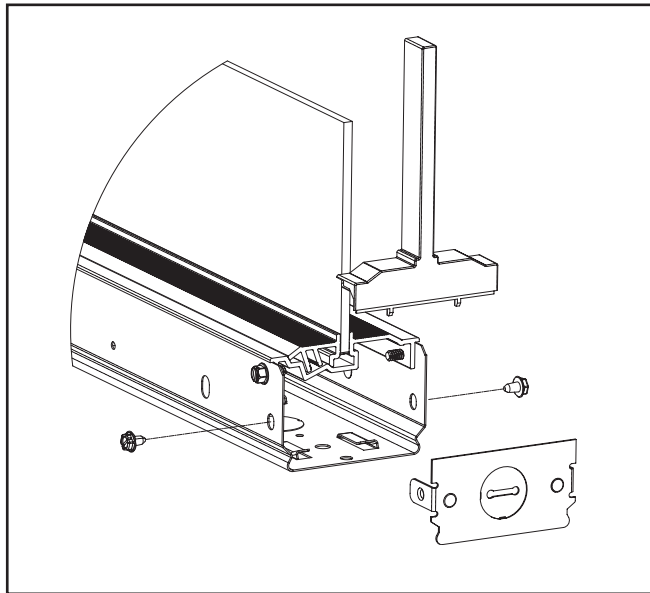

Figure 2.
1. Retirez la plaque d'extrémité métallique qui retient les vis, puis retirez la plaque d'extrémité (Figure 2).